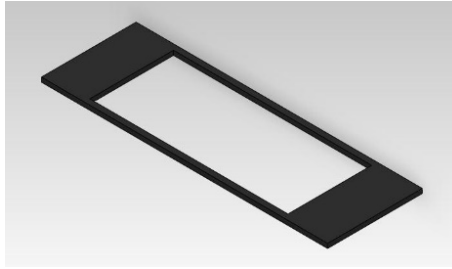

Рис. 6.9. Уплотнительная прокладка
11. Создать уплотнительную прокладку, показанную на рис. 6.9.